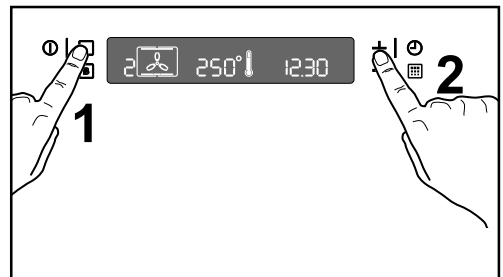

Fig. 4
2. Appuyez deux fois sur la commande des fonctions de cuisson **☐** et sélectionnez la fonction "**Cuisson 2 niveaux**" **☒** (Fig. 4).
3. Réglez la température à 250°C en utilisant la commande „+” (Fig. 4).